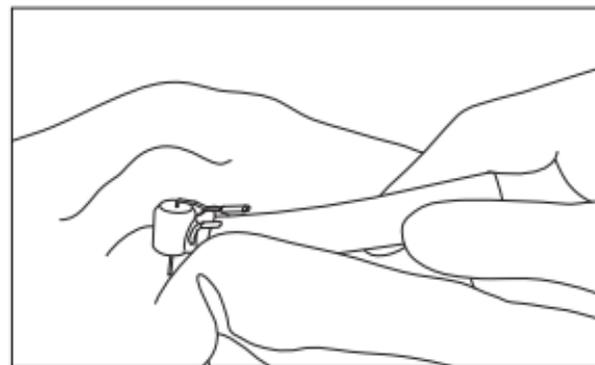

Fig. 14
5) Essuyez l'extérieur de la pièce à main en utilisant un tissu imbibé de désinfectant ou d'éthanol ayant une concentration de 60 à 90 %. (Fig. 14)